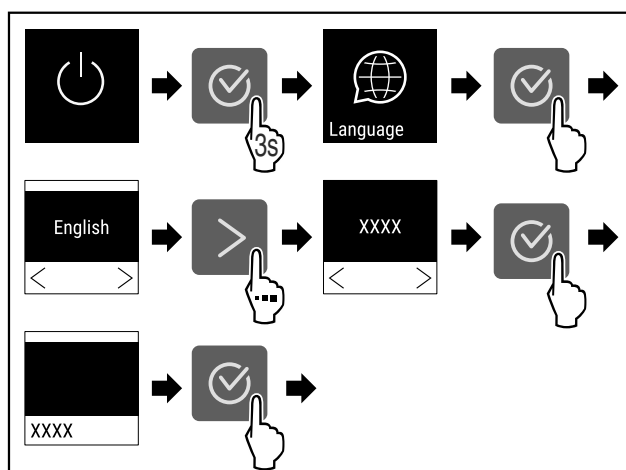

Fig. 52
- Udfør handlingstrinene (se Fig. 52).